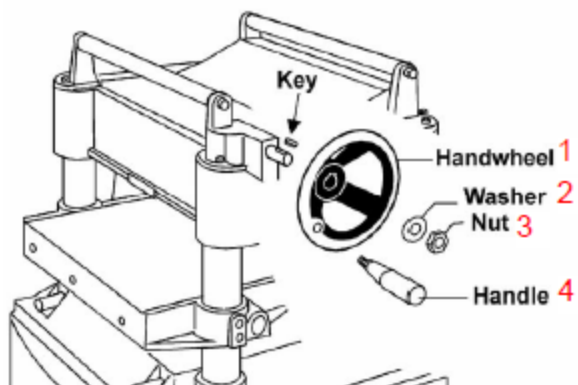

Рис. 5: 1 – маховичок, 2 – шайба, 3 – гайка, 4 - рукоятка
1. Отвернуть гайку и снять шайбу с вала редуктора и поставить маховичок на вал (рис. 5), так чтобы его можно было надеть шпоночным пазом на шпонку.